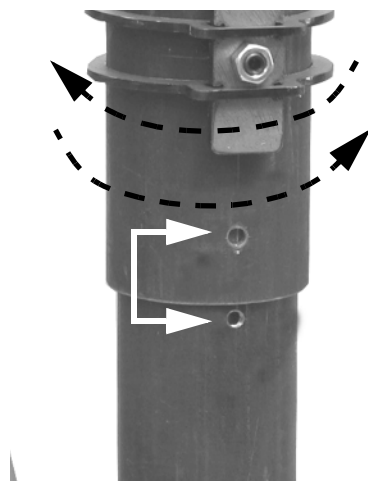

Рис. 16
- 2 Вытянуть конечную часть головки сгорания, вращая ее легкими движениями влево-вправо до тех пор, пока указанные отверстия (Рис. 16) не совпадут и закрепить ее винтом, указанным на Рис. 16.